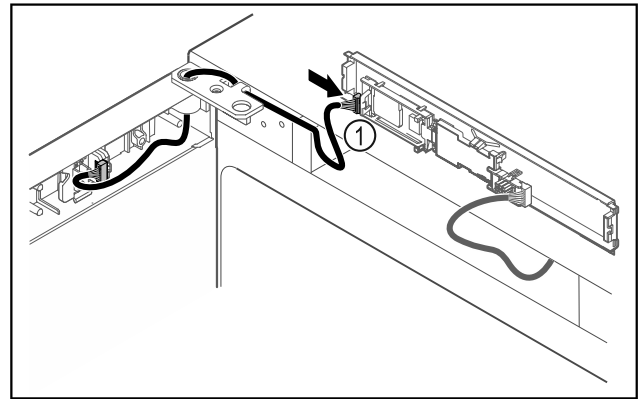

Fig. 45
- Встановити штекер Fig. 45 (1) на плиті.